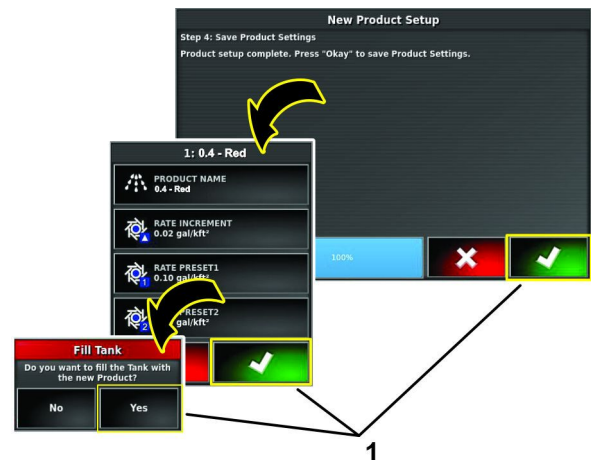

Figure 122
16. À l'étape 4 de la boîte de dialogue de programmation d'un nouveau produit, appuyez sur les icônes de confirmation (Figure 122).
17. Si vous remplissez la cuve, appuyez sur OUI dans la boîte de dialogue Remplir la cuve (Figure 122).